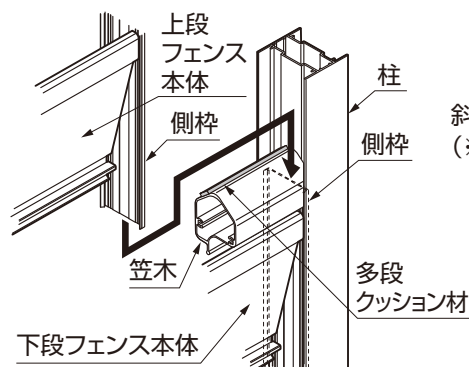

図4-5
- 上段フェンス本体の側枠を下段フェンス本体の笠木と柱の隙間に差込んでください。(図4-5参照)
- ⑤上段フェンス本体を【4-2】(【5-2】)で主柱(端柱)に固定してください。
- ⑥主柱(端柱)に主柱キャップ(端柱キャップ)を差込み、【4-1】(【5-1】)で固定してください。
- ⑤上段フェンス本体を【7-2】でコーナー枠に固定してください。
- ⑥コーナー枠にコーナー枠キャップを差込み、【7-1】で固定してください。